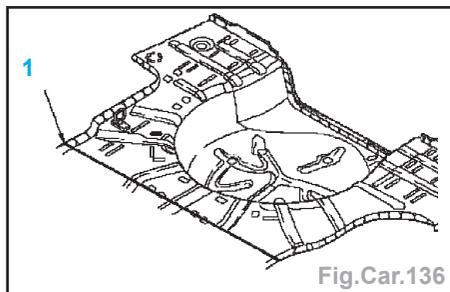

Fig.Car.136
- Appliquer la colle à structure pour carrosserie sur la bride de la pièce neuve (1) (Fig.Car.136).